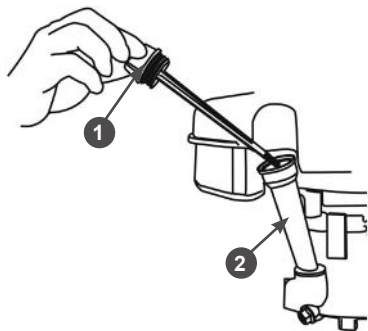

Рис. 10. Крышка-щуп маслозаливной горловины
2. Открутите крышку-щуп 1 маслозаливной горловины 2 и извлеките щуп (Рис. 10).
- Открутите крышку-щуп 1 маслозаливной горловины и извлеките щуп (Рис. 10).